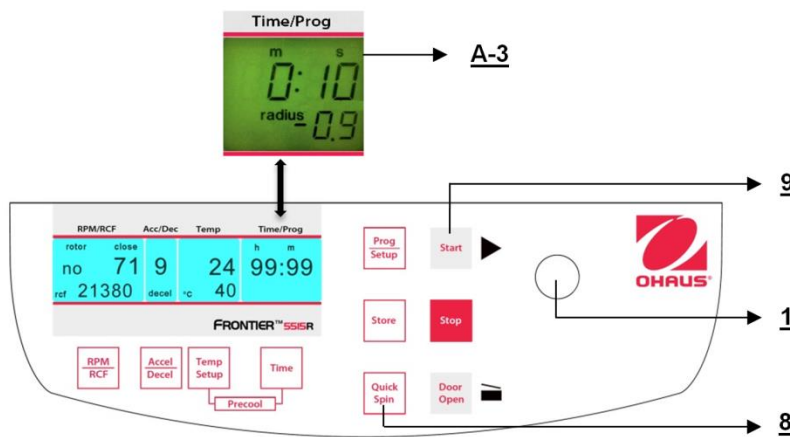

Figure. 26
La centrifugeuse peut être démarrée avec la touche **"Start"** (9) (voir la figure 26) ou avec la touche **"Quick Spin"** (8).